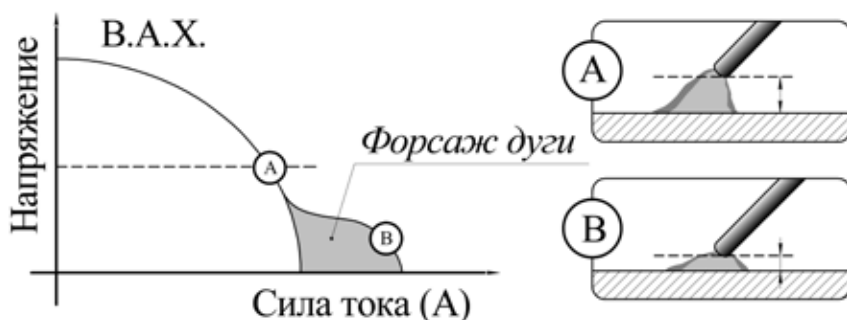

Рис. 7.2. Форсаж дуги.
**Форсаж дуги** - рекомендуется при сварке покрытыми электродами и неплавящихся металлов. Если по каким-либо причинам сварочная дуга не зажигается в процессе сварки, происходит выгорание электродного стержня. Для предотвращения этого рекомендуется повысить силу сварочного тока до установленной величины (см. рисунок 7.2) (**кроме аппаратов серии PRO ARC 160 (Z206) и PRO ARC 200 (Z207)**).